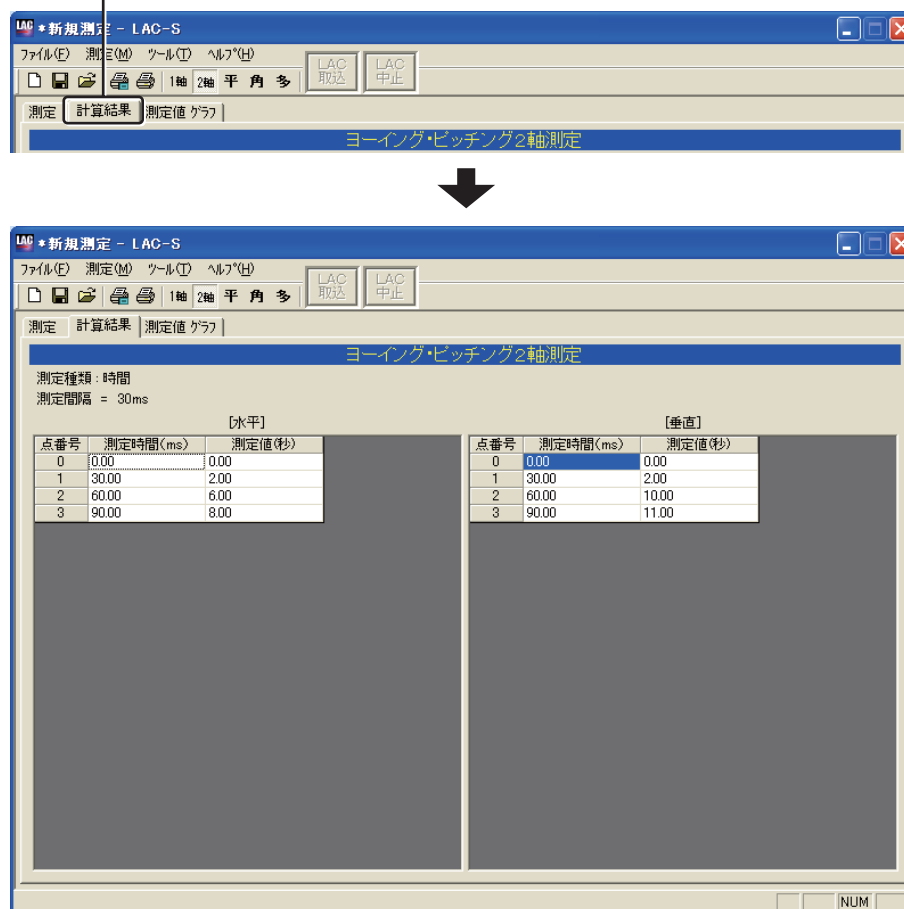

図5-8-13
5.8.2で行った「計算結果」を表示します。ヨーイング・ピッチング2軸測定画面の[測定結果]タブをクリックすると「計算結果」が表示されます(図5-8-13)。